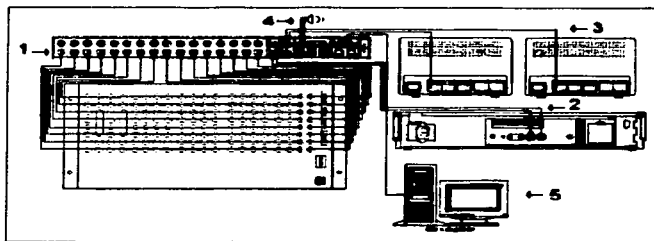

Figura 2.4 Conexión con el resto del equipo.
Los diferentes tipos de conexiones que se realizan con el resto del equipo se observa en la figura 2.4, en (1) se toma la señal en paralelo para conectar las señales de video con el matricial, en (2) se conecta hacia la videograbadora, en (3) la salida hacia el monitor principal y el monitor auxiliar, en (4) se conecta hacia los dispositivos de alarma y en (5) se conecta hacia la computadora.